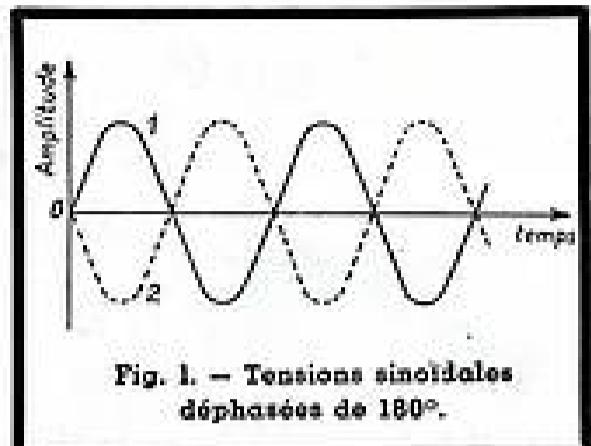
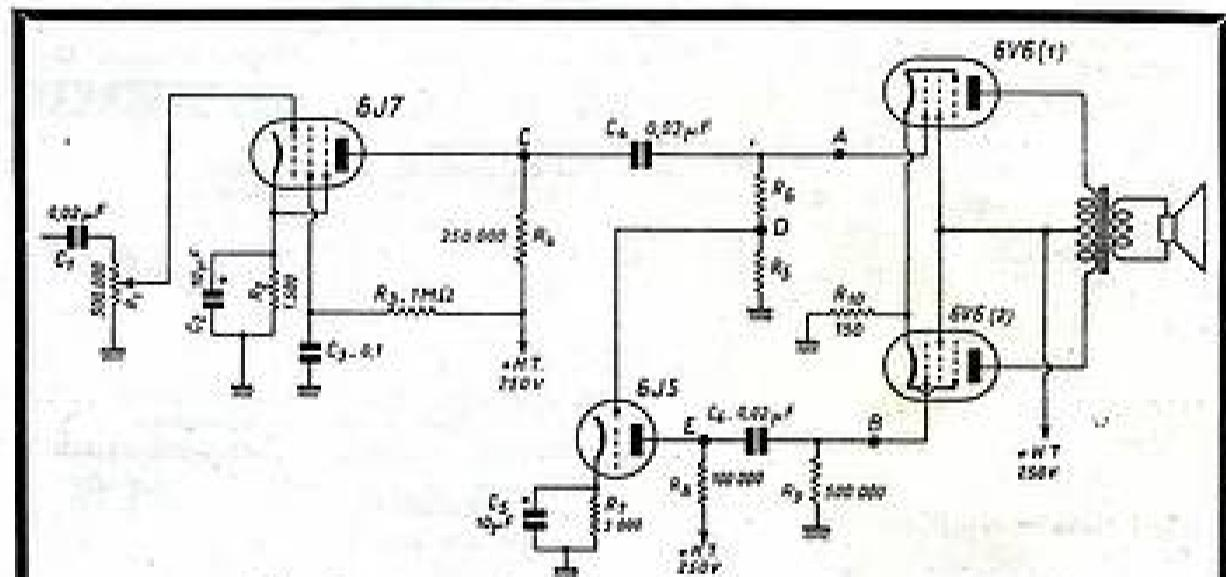
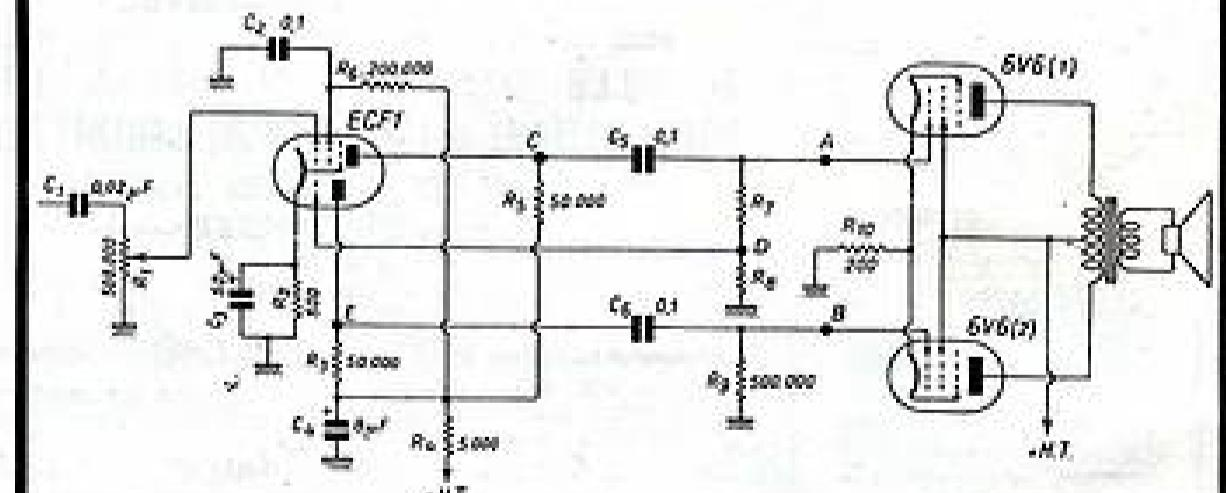

Fig. 1. — Tensions sinusoïdales déphasées de 180° .
Fig. 2. — Étage déphaseur équipé d'une triode 6 J 5.
Fig. 3. — Déphasage par l'élément triode d'une ECF1.
Un étage final push-pull exige, pour un fonctionnement correct, que les tensions alternatives appliquées à la grille de chaque lampe finale, soient égales en amplitude, mais déphasées de 180° . Rappelons, en passant, que deux tensions sinusoïdales, de même amplitude, sont dites déphasées de 180° lorsqu'elles présentent l'aspect de la figure 1 : à la pointe positive de l'une (en trait plein), correspond une pointe négative de l'autre (en pointillé), et inversement.
Si nous nous reportons donc au schéma d'un étage final push-pull (fig. 2 ou 3) et que nous avons sur la grille de l'une des SV6 (point A), une tension en forme de la courbe 1 (fig. 1), nous devons avoir, en même temps, et pour que tout soit correct, une tension en forme de la courbe 2 sur la grille de l'autre SV6 (point B).
Quelques mots sur le déphasage, tel qu'il est réalisé sur les schémas des figures 2 et 3. La tension BF provenant de la détection et amplifiée par une préamplificateur BF, 6J7 pour la figure 2 ou élément pentode de la ECF1 pour la figure 3, est recueillie dans le circuit anodique de cette lampe (C) et appliquée à l'une des lampes finales, SV6 (1), au point A. La résistance de fuite de cette grille est constituée par un diviseur de tension, R_{A2} pour la figure 2 et R_{B2} pour la figure 3, et au point B nous allons pouvoir recueillir une certaine fraction de la tension existant en A, fraction qui dépend, bien entendu, du rapport
$$\frac{e_1}{e} = \frac{R_A}{R_A + R_B}, \text{ pour la figure 2.}$$
$$\frac{e_1}{e} = \frac{R_B}{R_A + R_B}, \text{ pour la figure 3.}$$
Par exemple, si, dans la figure 2, nous avons $R_A = 50.000$ ohms et $R_B = 500.000$ ohms, et qu'en même temps, la tension e en A soit de 8 volts BF, nous aurons en B une tension e_1 telle que
Et qu'allons-nous faire avec la tension obtenue en D ? Mais tout simplement l'appliquer à la grille d'une lampe déphasatrice, une triode séparée 6J5 dans le cas de la figure 2 et l'élément triode de la ECF1 dans celui de la figure 3. Or, nous savons tous
$$g = \frac{R_A + R_B}{R_A} \text{ (pour la figure 2).}$$
Prenons un exemple concret, celui de la figure 3, dans laquelle nous reconnaissions le schéma de la partie BF du récepteur S.L.T. P.P. (moins le dispositif de dosage des graves et des aigus).